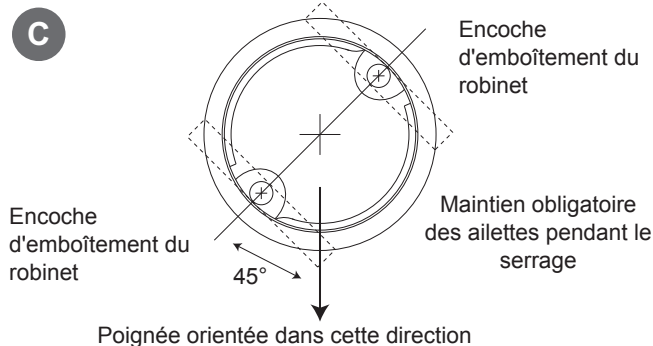

Figure 5
- Pour procéder à cette opération, regardez à travers le socle. Avant de serrer les boulons, déterminez l'angle de rotation correct du socle. La position finale de la poignée doit former un angle de 45° avec les têtes des boulons. Reportez-vous à la figure 5 pour déterminer la position la mieux adaptée à votre installation. Maintenez chacune des ailettes de fixation dans la position requise en passant par l'orifice ménagé dans le socle, tout en serrant successivement leurs boulons respectifs. Après l'entrée en contact de chacune de ces ailettes avec le dessous du plan de travail, leurs ressorts respectifs les maintiendront dans la bonne position. Ne serrez pas entièrement. Répétez l'opération pour le second boulon à ailettes. Vérifiez la position finale du socle et des boulons à ailettes. Serrez les deux boulons au même couple. **NE SERREZ PAS EXAGÉRÉMENT.** Ne serrez ces boulons qu'à un couple suffisant pour empêcher le socle de tourner lors de l'emboîtement du robinet.